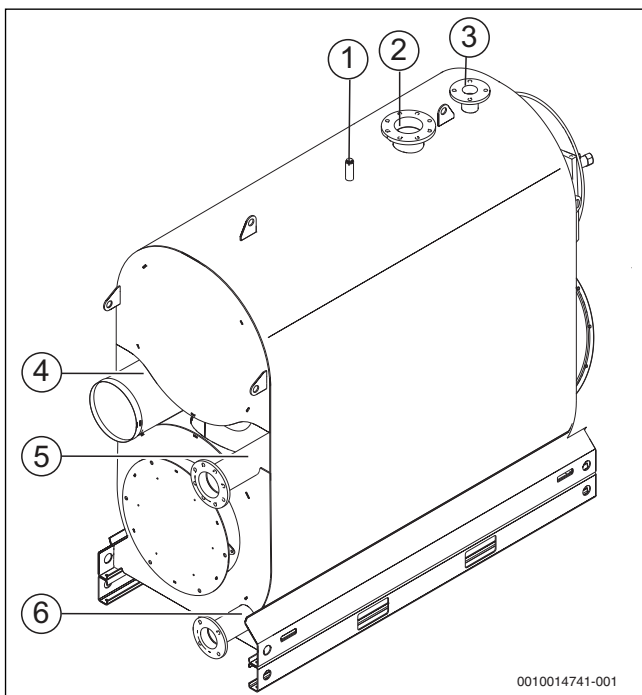

Рис. 12 Подключение котла
- ▶ Подключите подающую линию отопления к патрубок [VK] на котле (→ рис. 12, [2], стр. 20).
- ▶ Подсоедините предохранительный клапан к штуцеру подключения предохранительной линии [VSL] (→ рис. 12, стр. 20).